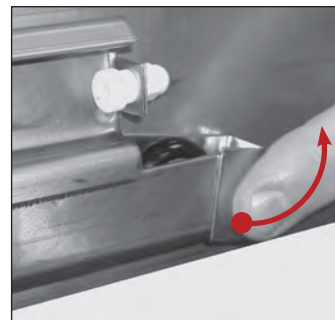

Abb. 3. Drehen Sie den Rollenclip nach oben.
1. Wenn sich die Rollenclips in der oberen Position befinden (siehe Abb. 3), senken Sie die hinteren Rollen der Schublade in die Einschubschienen.